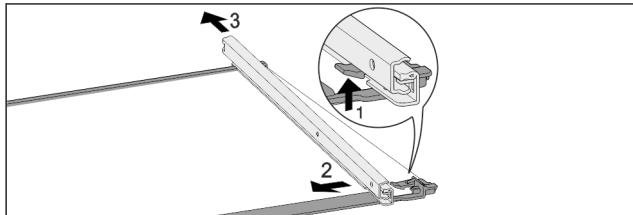

Fig. 104 Tablette en verre avec rails
- ▶ Pousser le crochet d'enclenchement avant vers le bas. Fig. 104 (1)
- ▶ Pousser le rail télescopique vers le côté Fig. 104 (2) et vers l'arrière Fig. 104 (3).